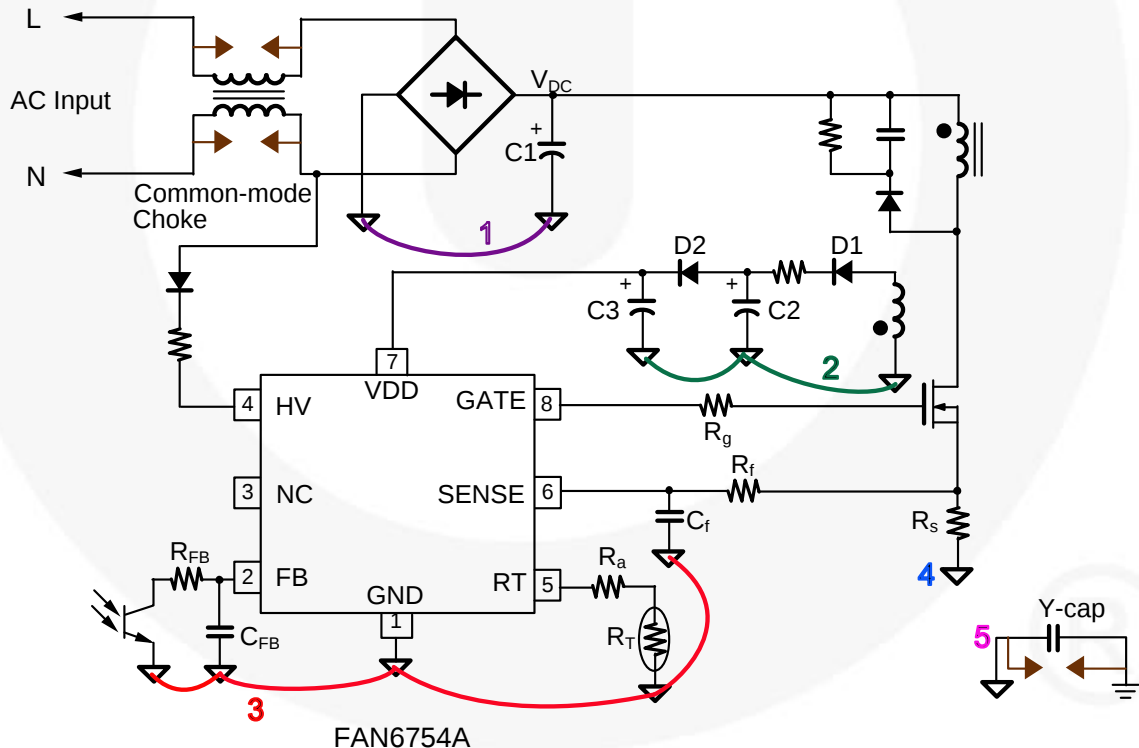

图 23. 布局思路
- 为了获得更好的 EMI 性能并降低电源频率纹波，整流器桥输出（如图 23 所示）应该首先连接到电容 C1，然后连接到开关电路。